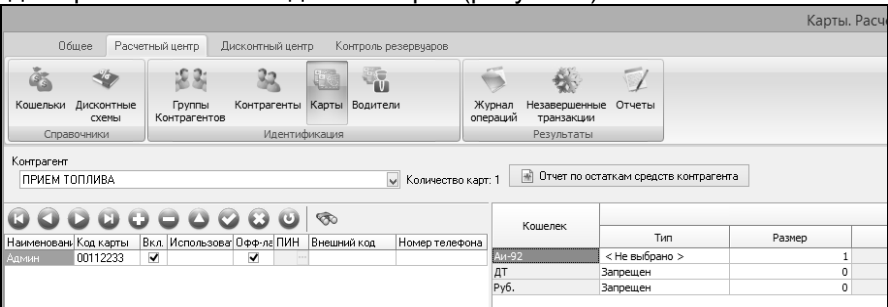

Рисунок 8
- в графе «Размер» указать номер емкости, по которой будет идти прием топлива по данной карте (рисунок 8).